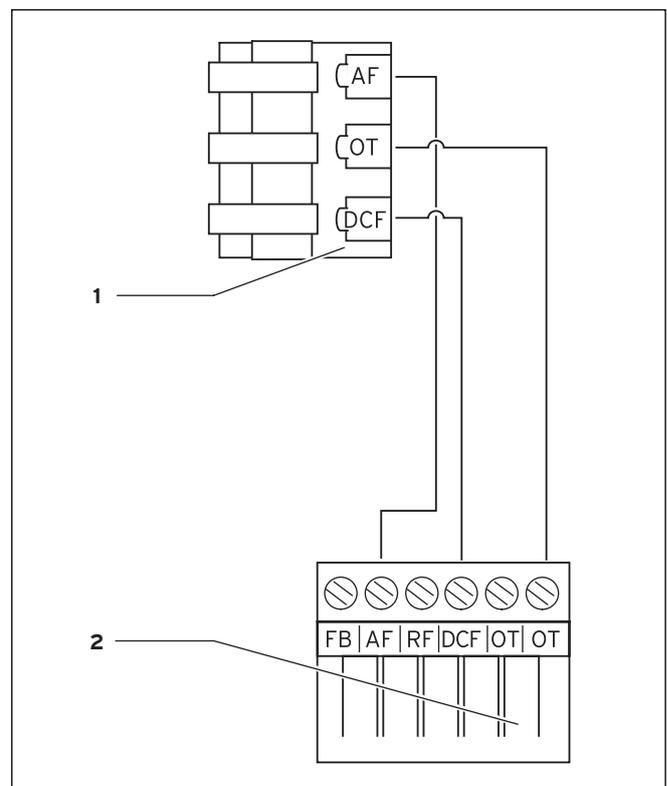

Fig. 5.3 Raccordement électrique de la sonde de température extérieure VRC 9535
- ⇒ Brancher le câble de raccordement au bornier de la sonde de température extérieure conformément à la fig. 5.3.
- ⇒ Brancher le câble de raccordement au connecteur encartable 6 pôles conformément à la fig. 5.3 an.